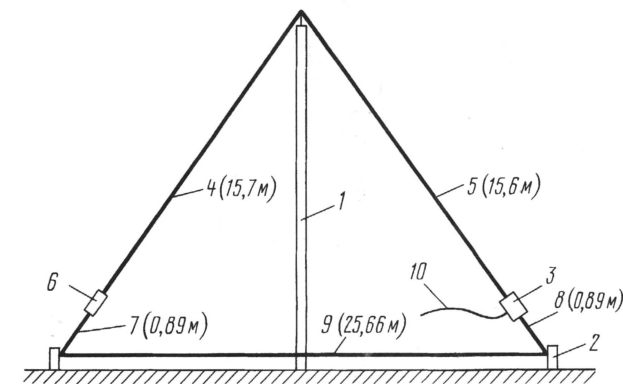

Рис. 5
Антенны с нагрузочным резистором выпускают и некоторые фирмы. Так фирма Barker & Williamson производит антенну AC-1.8-30, которая работает в полосе частот 1,8...30 МГц и может быть, в принципе, установлена на крыше жилого дома (не башенного типа). Для установки такой антенны (рис. 5) требуется всего одна неметаллическая мачта высотой (1)